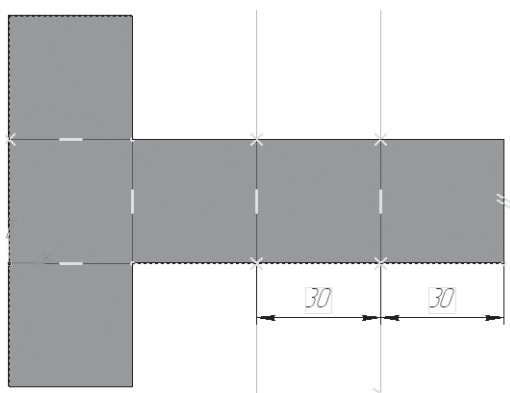

Рис. 372
- с помощью отрезка постройте линии сгиба (рис. 372);